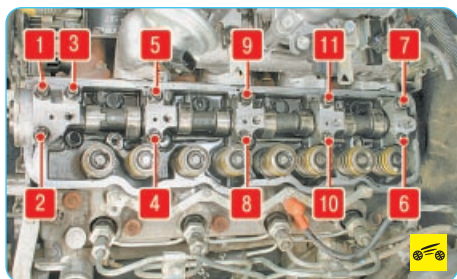

Рис. 5.6. Порядок выворачивания болтов крепления крышек подшипников распределительного вала
5. Выверните одиннадцать болтов крепления крышек подшипников распределительного вала в порядке, указанном на рис. 5.6...